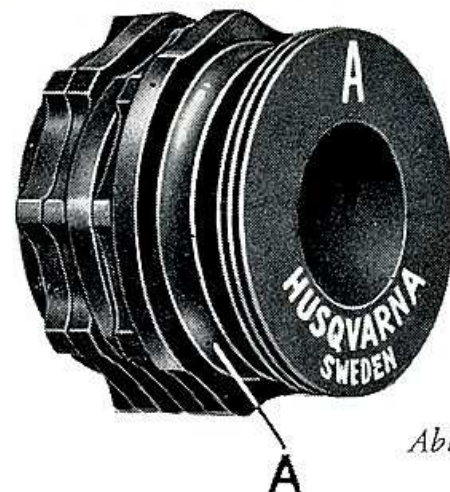

Abb. 38.
Die verschiedenen Ziernähte steuert der Musterschablonen-Satz (Abb. 38), der hinter der Klappe (39 in Abb. 2) auf der Rückseite der Maschine sitzt. Den Musternähfuß S 15801 (auf dem Umschlag verwenden, ausser wenn man Ziernähte auf sehr dünne Stoffe näht, da soll man den Standardnähfuß S 15229 verwenden.
5. Den neuen Satz auf die gleiche Weise fassen und ihn auf die Welle schieben; der Buchstabe soll gerade stehen, damit der Hebel in die Spur (A in Abb. 38) einrasten kann.